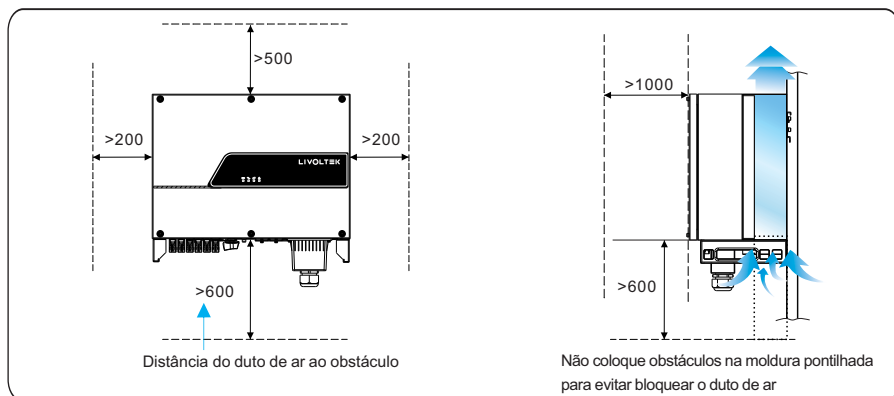

Figura 4.4 Requisitos de espaço de instalação (unidade: mm)
- Reserve espaço suficiente ao redor do inversor para garantir espaço suficiente para instalação e dissipação de calor, conforme mostrado na Figura 4.4.